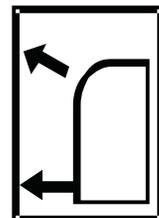

Fig. 23 – Flux d'air double
- Sélectionnez le flux d'air qui correspond le mieux à vos besoins. Lorsque vous réglez la sélection du flux d'air, utilisez l'icône de **flux d'air double** (consultez la fig. 23).